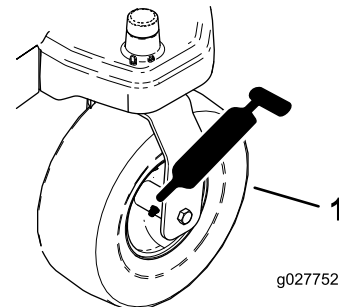
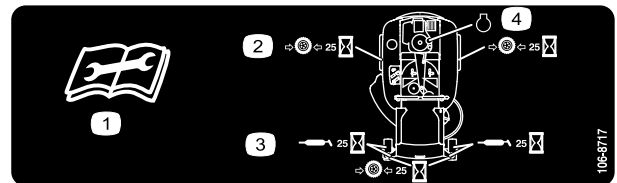

Figura 22
Figura 23
3. Limpie con un trapo los puntos de engrase (Figura 22 y Figura 23).
4. Conecte una pistola de engrasado a cada punto de engrase (Figura 22 y Figura 23).